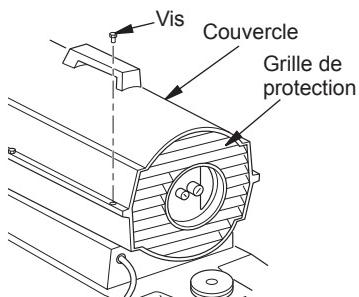

Figure 7 - Dépose du couvercle
1. En se servant d'un tourne-écrou de 5/16 po, retirez les vis qui se trouvent de chaque côté du couvercle. Ces vis retiennent le couvercle sur le boîtier (voir Figure 7 ou 8).
1. Déposez le couvercle (voir Figure 7 ou 8).
- Déposez le couvercle (voir Figure 7 ou 8, page 9).